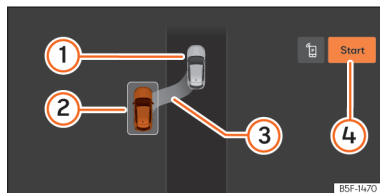
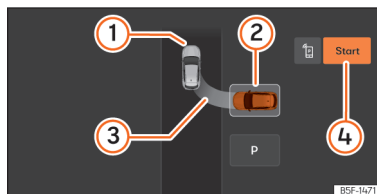

Fig. 156 En la pantalla del sistema de infotainment: posición para aparcar en línea.
Fig. 157 En la pantalla del sistema de infotainment: posición para aparcar en batería.
- Mire en la visualización de la pantalla del cuadro de instrumentos si se ha detectado el hueco como "apropiado" y si ha alcanzado la posición correcta para aparcar » » fig. 156, » » fig. 157. El hueco habrá sido considerado "apropiado" si en la pantalla del cuadro de instrumentos aparece la indicación de aparcar ③.